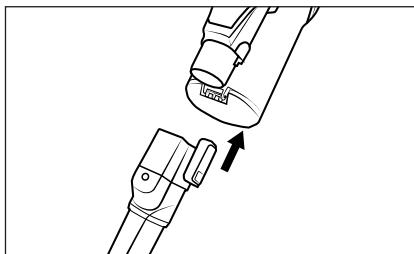

Abb. 14
- ♦ Schieben Sie das Zubehör auf das Saugrohr 23 oder auf die Saugöffnung des Gerätes, bis es mit einem Klickgeräusch einrastet (siehe Abb. 14). Achten Sie dabei auf die richtige Position der Verriegelung.